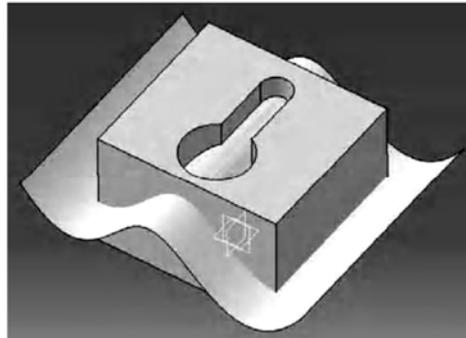

Figura 3.5: UP TO SURFACE
**E)** Con la opción **Up To Surface** el límite de la extrusión se podrá dar mediante una superficie (ver figura 3.5).